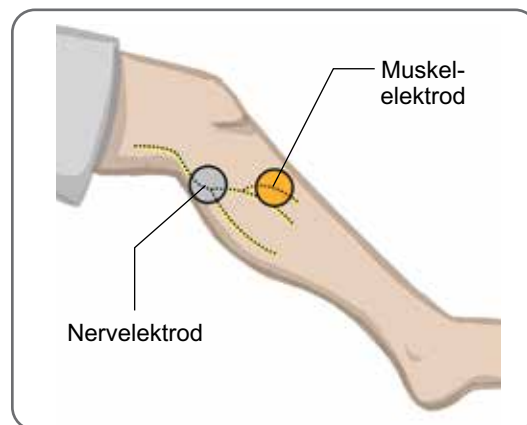

Bild 8-3: Placera elektroderna på benet
8. Placera en elektrod (nervelektroden) över peroneusnerven, distalt och något posterioriort om vadbenets ledhuvud. Se bild 8-3.